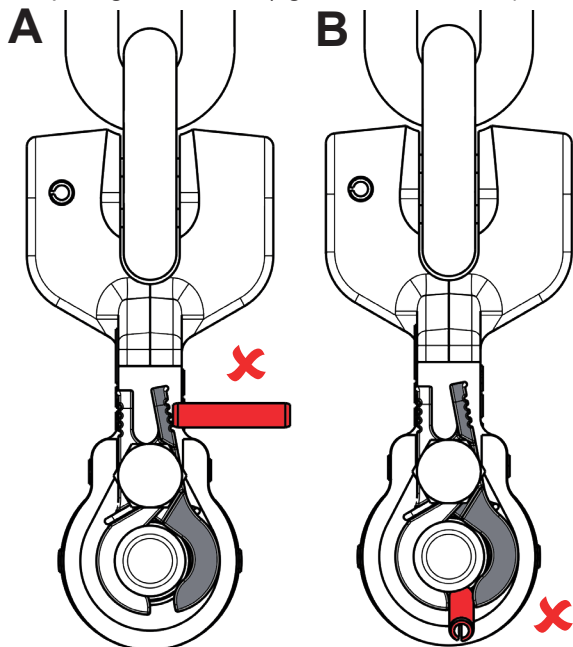

Abb. 22: Zangenverschluss nicht beidseitig geschlossen
- Durch Störobjekt ist der Zangenverschluss nicht komplett geschlossen (vgl. Abb. 22 A und B).